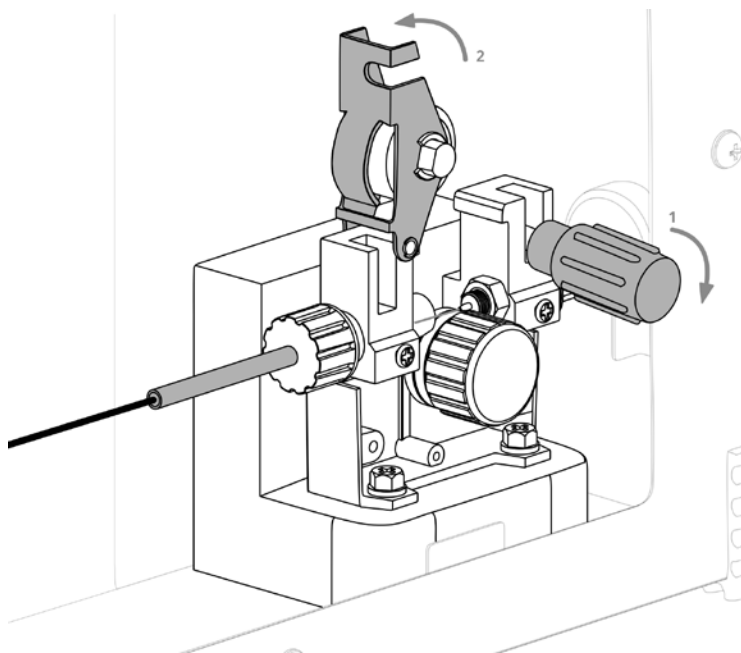

Рис. 9.13. Открытие механизма подачи проволоки.
8. Откройте механизм подачи проволоки. Потяните на себя механизм прижима, потяните вверх прижимной ролик (см. рис. 9.13).